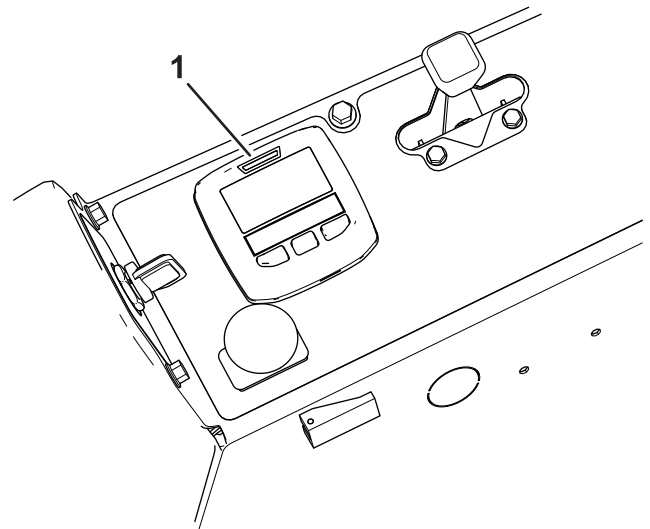

図 12
B. インフォセンターの LED ライト (図 12):
注 ディスプレイ画面の上部にある LED ランプ (図 12) が点滅を開始し、キャリブレーションが始まる。